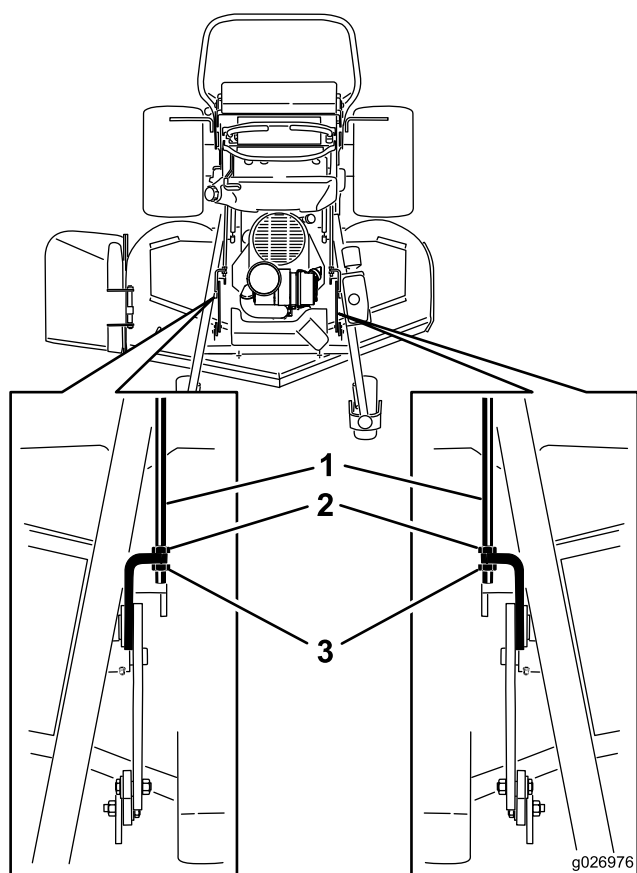

Figura 89
3. Para carcasas de corte de 122 y 132 cm (48 y 52 pulgadas), afloje las tuercas delanteras y traseras de las varillas de ajuste (Figura 89).
Nota: El peso de la carcasa de corte debe descansar sobre los tres listones de madera (Figura 89).
- Si las dimensiones no son correctas, ajuste las tuercas delanteras y traseras en cada lado hasta obtener la inclinación longitudinal correcta (Figura 89).